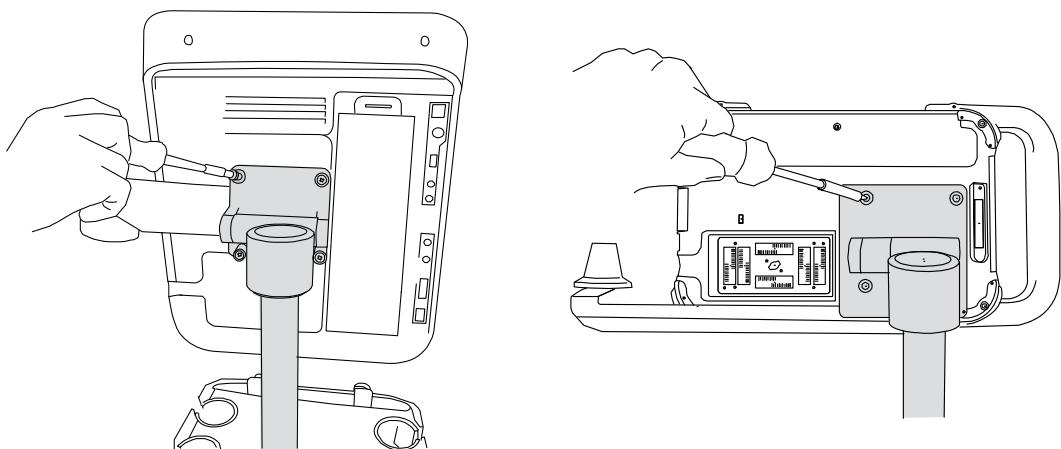

Figure 3 Serrer les vis sur la plaque de fixation : S Series (à gauche) et NanoMaxx (à droite)
- 4** Serrer la vis aux quatre coins de l'échographe jusqu'à ce que celui-ci soit stable. Utiliser un tournevis cruciforme. Voir la section Figure 3.
- 1** Soutenir l'échographe et desserrer les vis aux quatre coins de la plaque de fixation. Si nécessaire, utiliser un tournevis cruciforme. Voir la section Figure 3.